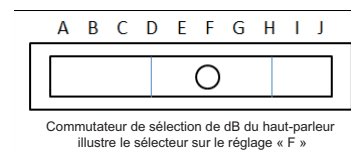

Figure 3 : Commutateur de sélection des haut-parleurs
- En utilisant l'interrupteur à glissière illustré à la Figure 3, sélectionnez la tension et la puissance, comme indiqué au Tableau 4. Chaque lettre correspond à une position de l'interrupteur situé sur la carte de circuit imprimé.